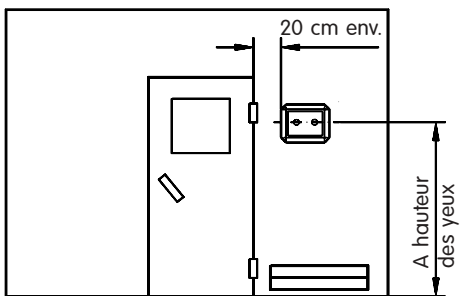
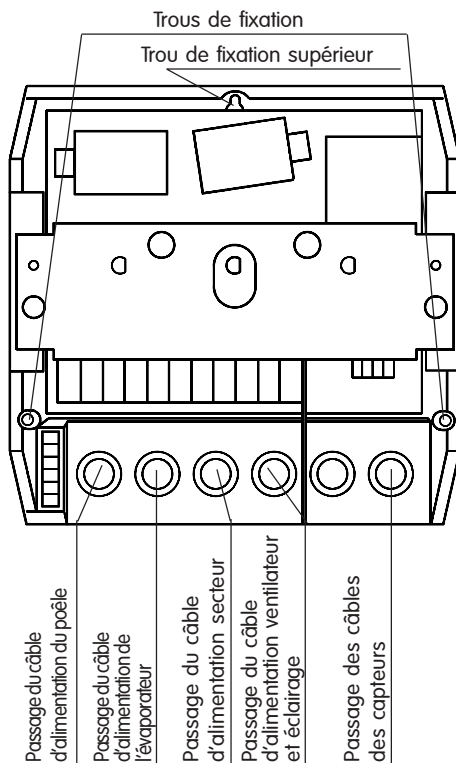

Fig. 3
Fig. 4
1. Retirez le couvercle de l'appareil de commande. Pour ce faire, dévissez les vis de fixation situées sous l'échelle de commande. Sur les appareils de commande équipés de boutons, extrayez-les d'abord de leurs axes. A l'aide d'un couteau aiguisé approprié, agrandissez les perforations nécessaires au passage des câbles (fig. 4). Conformément aux dimensions énoncées aux fig. 3 et 3.1, percez deux trous de Ø 3 mm qui recevront les vis à bois 4 x 20 mm (comprises dans les fournitures).
3. Par le trou de fixation supérieur, accrochez l'appareil de commande à la vis en saillie de 3 mm. Faites passer le câble d'alimentation par les passages prévus à cet effet et que vous aurez préalablement agrandis. Vissez ensuite la partie inférieure du boîtier fermement contre la paroi de la cabine, en introduisant les vis dans les deux alésages inférieurs (fig. 4).